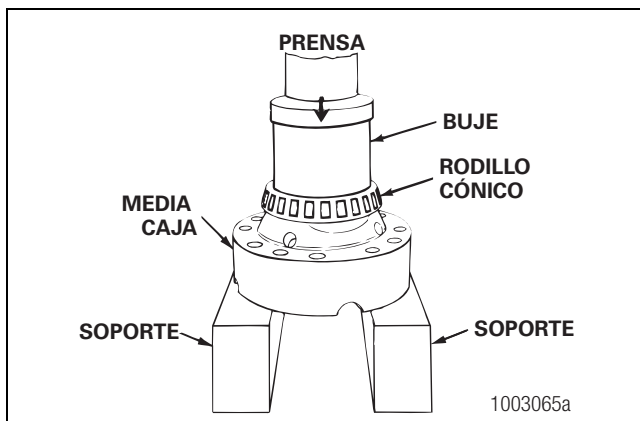

Figura 5.40
8. Use una prensa y un buje del tamaño adecuado para instalar los rodillos cónicos del cojinete sobre ambas mitades de la caja. Figura 5.40.